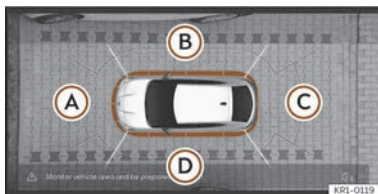

Fig. 166 Ecranul sistemului de afișare a zonei: vedere de sus.
>>> **fig. 166:**
Imaginea de sus este generată prin cumularea imaginilor tuturor camerelor >>> **fig. 166**.
Apăsați pe diferitele zone de la >>> **fig. 166** (A) la (D) ale vederii de sus sau ale vederii de sus reduse pentru a selecta și a seta vizualizarea corespunzătoare, care va fi evidențiată în portocaliu.